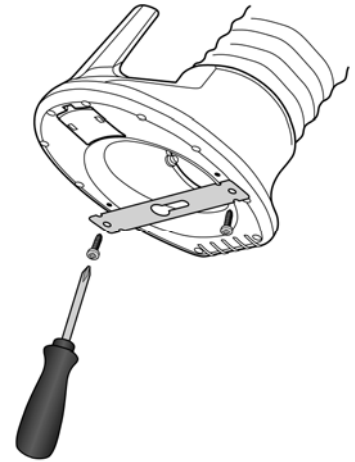

Fig. 2
- 2) プレートをビスで取付けてください。(Fig. 2)